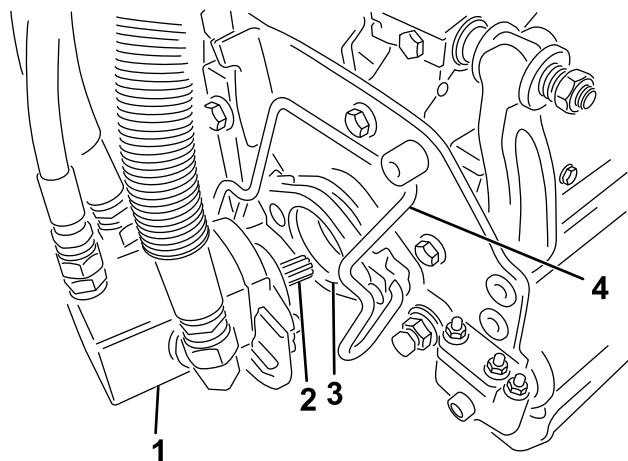

Рисунок 45
5. Нанесите на шлицевый вал электродвигателя режущего блока чистую консистентную смазку (**Рисунок 45**).
сторону электродвигателя до тех пор, пока не услышите щелчок с обеих сторон электродвигателя (Рисунок 45).